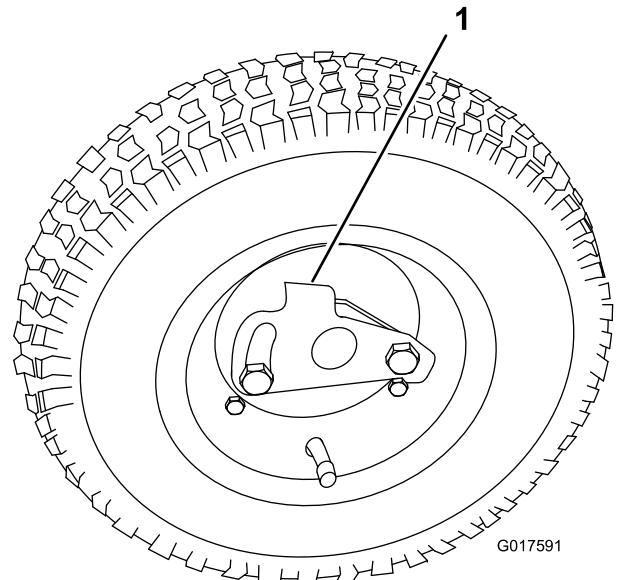

**Bild 7**
3. Drehen Sie die rechte Radachse in die Antriebs Scheibe rechts an der Maschine (Bild 7).